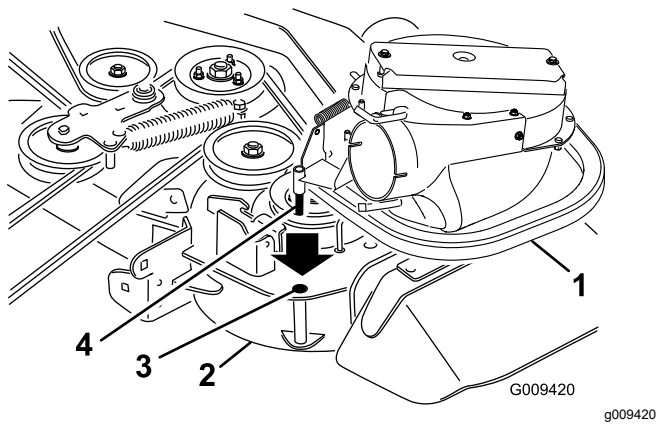
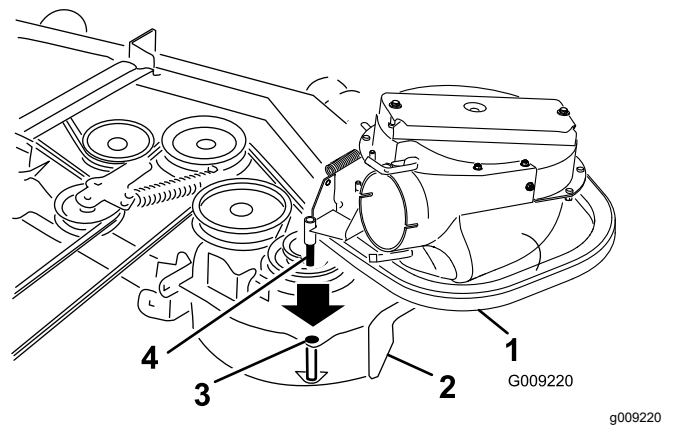

Figure 16
Figure 17
2. Insérez l'ergot du ventilateur dans le trou de pivot (Figure 16 ou Figure 17).